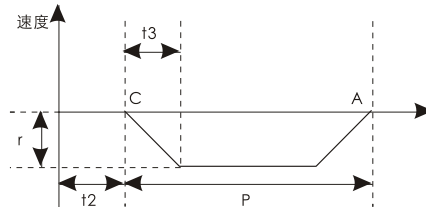

图 7.19 返回 A 点运行示意图
(3) 延时 200ms 后自动返回 A 点, 如图 7.19 所示。